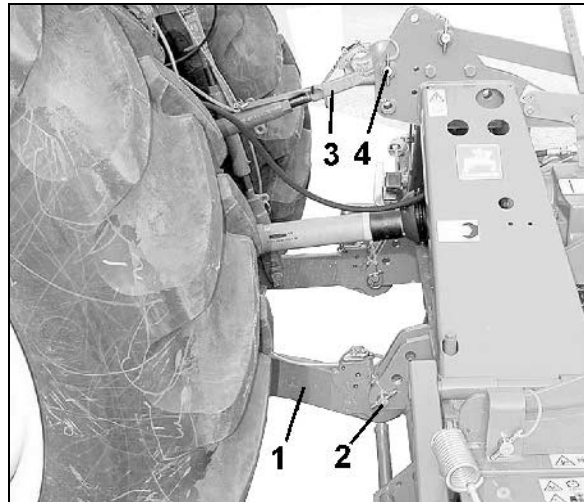

Fig. 36
- Die Unterlenker des Traktors (Fig. 36/1) mittels Unterlenkerbolzen (Fig. 36/2) an die unteren Kupplungspunkte der Maschine anbauen und mit Klappstecker sichern.
- Den Oberlenker des Traktors (Fig. 36/3) mittels Oberlenkerbolzen (Fig. 36/4) an den oberen Kupplungspunkt der Maschine anbauen und mit Klappstecker sichern.